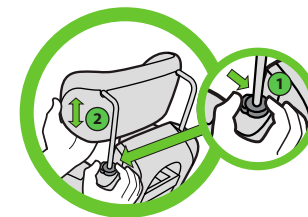

Figura 123
Presione el botón de ajuste del apoyacabezas situado en el lado derecho del asiento (viendo el asiento de frente) (1) y suba o baje el apoyacabezas hasta la posición deseada (2), tal como se ilustra en la **figura 123**.